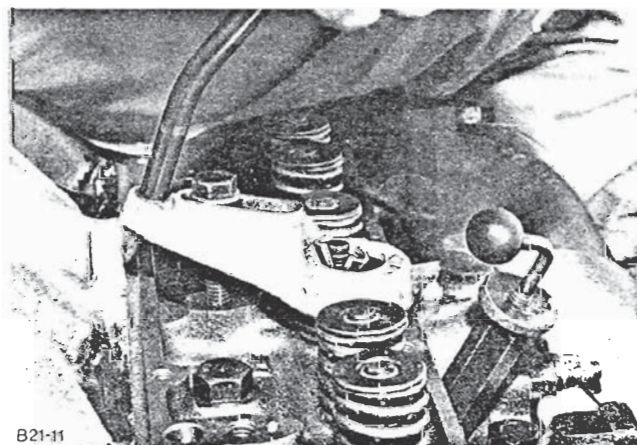

Fig. 90 - Afmonter fjederlåsene.
5. Pres ventilfjederen ned og fjern fjederlåsene, Fig. 90, og udløs derefter trykket på fjederen. Afmonter ventilfjederholderen, ventilfjederen og ventilstammepakdåsen.